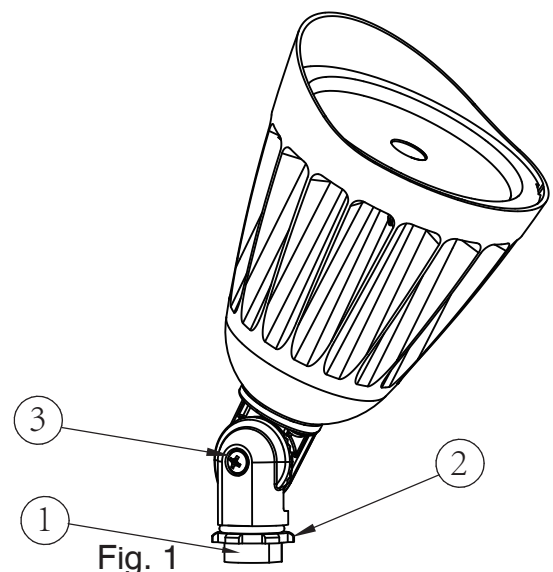

Fig. 1
Mounting The Fixture (See Fig. 1)
- Thread fixture onto electrical box using the 1/2 threads on knuckle (Item 1 in Fig. 1).
- Tighten the fixture down using an adjustable wrench (Item 2 Fig. 1).
- Point the fixture to the desired direction, then tighten the lock screw (Item 3 in Fig. 1). (Do not rotate the fixture past the limits specified on the fixture, to prevent twisting wires).
Montage du luminaire (voir Fig. 1)
- Filetage sur boîte électrique à l'aide des 1/2 filetages sur la mâchoire (article 1 de la figure 1).
- Serrer l'appareil à l'aide d'une clé réglable (article 2 Fig. 1).
- Diriger le montage dans la direction désirée, puis serrer la vis de verrouillage (Point 3 de la figure 1). (ne pas faire tourner le montage au-delà des limites spécifiées sur le montage, pour éviter que les fils ne se tordent).